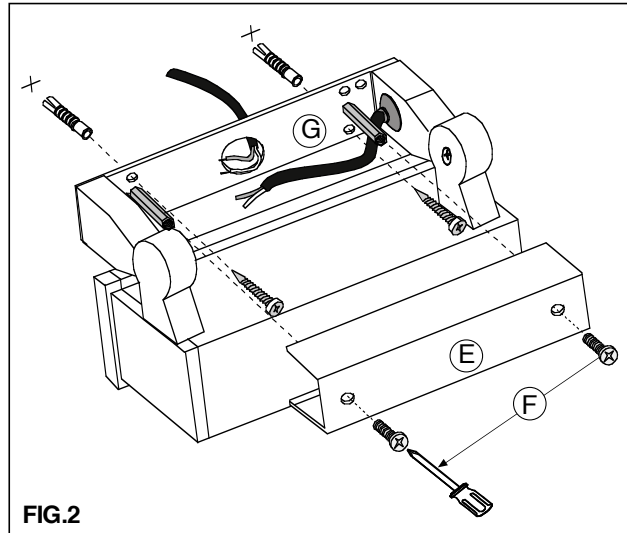

FIG.2
- Togliere le due viti di fissaggio **F** della copertura **E**. **FIG.2**
- Far passare il cavo di alimentazione dal foro **G** e fissare a parete l'apparecchio mediante tasselli e viti adeguate. **FIG.2**
- Remove the fixing screws **F**. **FIG.2**
- Put the supply cable through the hole **G** and fix the fitting to the wall through stakes and screws **FIG.2**
- Enlevez les vis de fixation **F**. **FIG.2**
- Enroulez le câble d'alimentation par le trou **G** et fixez l'appareil au mur par des pieux et des vis **FIG.2**
- Die Befestigungsschrauben **F** entfernen. **FIG.2**
- Das Speisungskabel durch die Bohrung **G** verlegen und die Leuchte an der Wand durch Stangen und Schrauben befestigen. **FIG.2**